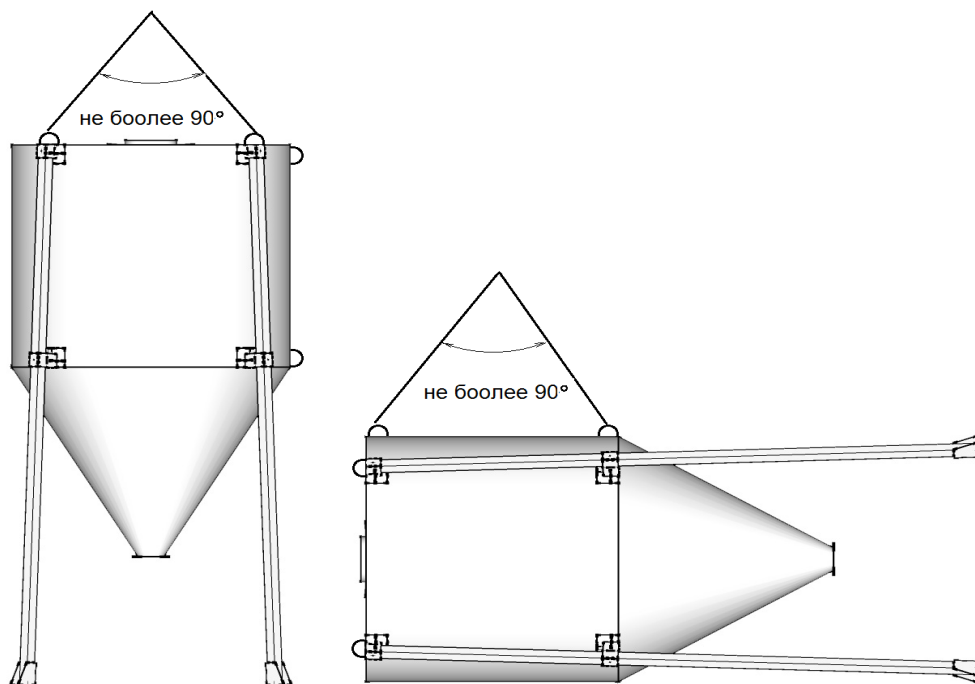

Рис.1. Схема строповки.
4.2 Перед началом монтажа необходимо проверить комплектность оборудования, наличие крепежа, подготовить необходимый инструмент, материалы и грузоподъемные средства, изучить схему строповки (Рис.1).